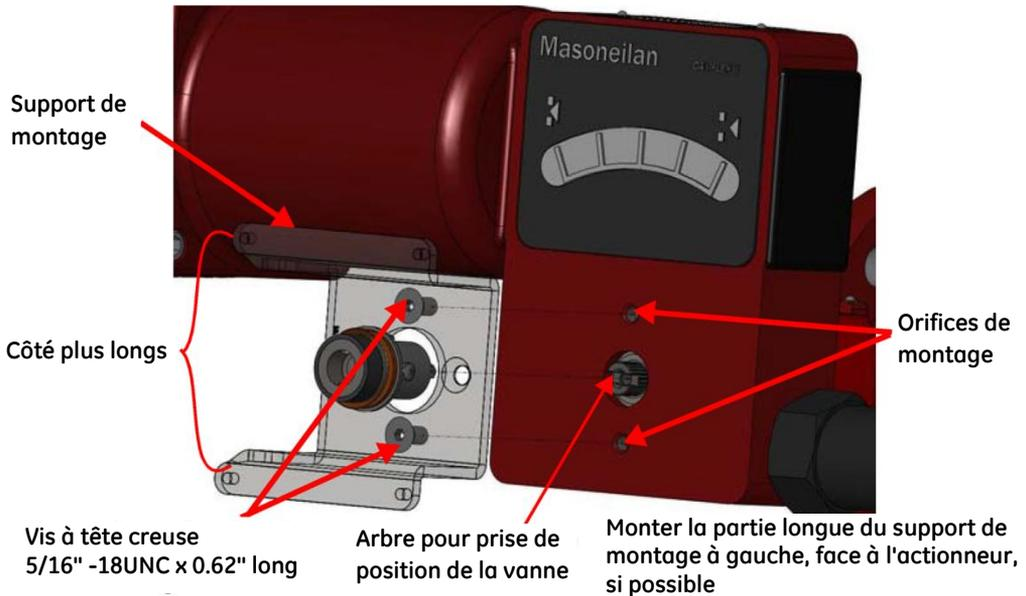

Figure 8 Montage du support sur l'actionneur de la vanne
1. Fixer le support de montage sur l'actionneur (Figure 8).